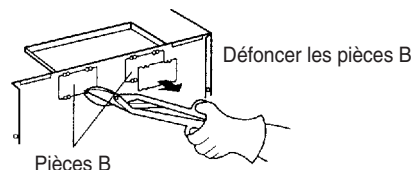

Figure 13
3. Utiliser une pince à coupe de côté ou des ciseaux à métaux pour découper et enlever les pièces B de la plaque arrière. Mettre les pièces B au rebut. Faire attention à ne pas tordre la plaque. Voir la figure 13.